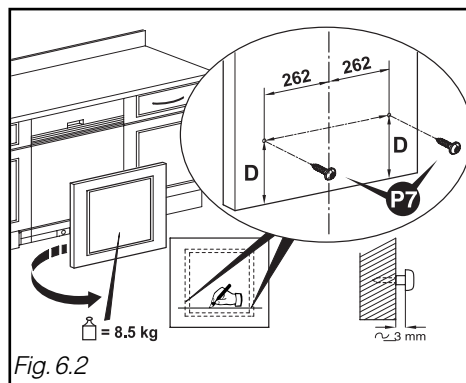

Fig. 6.2
- Calcule la cota $D = A - B$, dibuje una raya en la cota **D** en la parte trasera del panel, en la parte de abajo (Fig. 6.2)
- Coloque las dos ranuras de tornillos a 262 mm del eje del panel de madera. Introduzca los 2 tornillos **P7**. (Fig. 6.2)